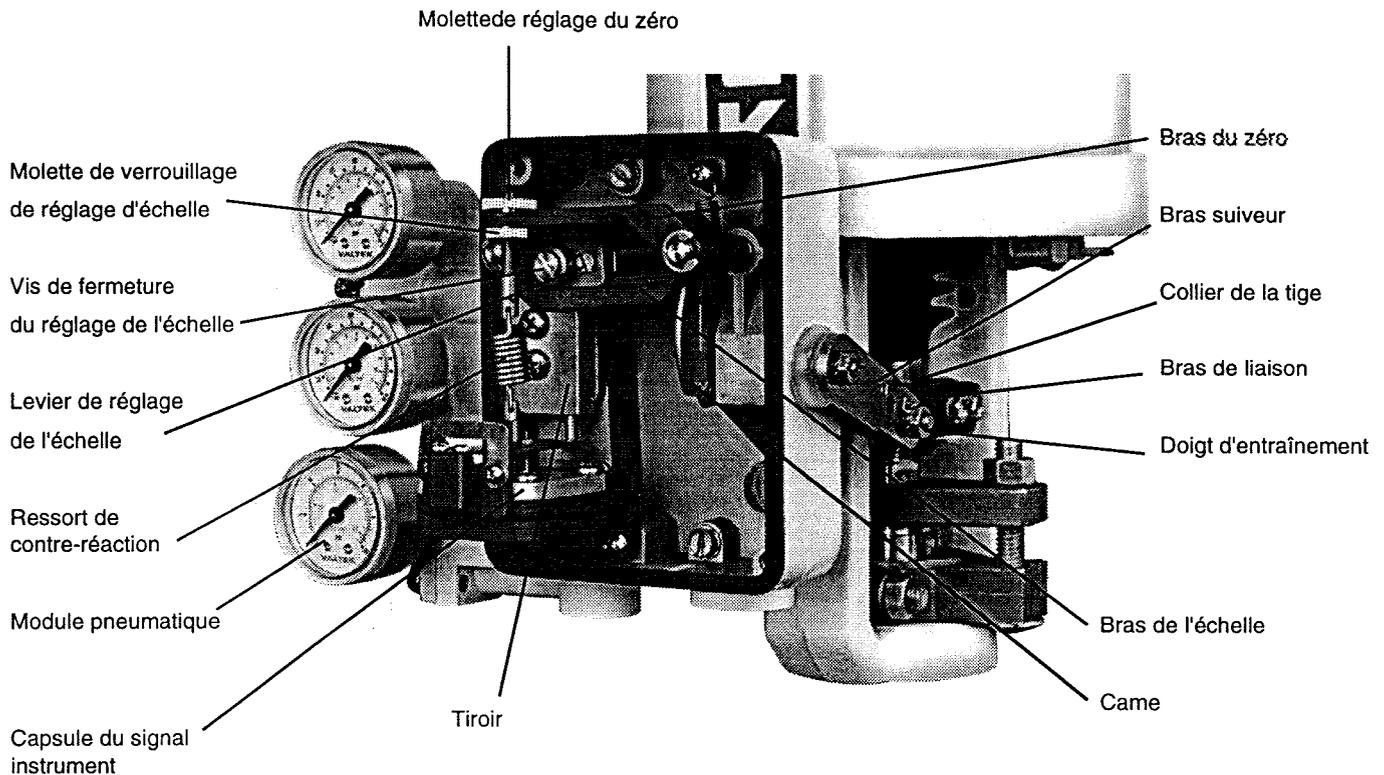

Figure 3 : Positionneur Bêta avec module pneumatique
1. Placer le nouveau collier de tige (si besoin) sur la tige du servo-moteur avec le bossage sur le côté droit comme illustré par les Figures 3 et 6.
3. S'il n'est pas soudé au collier de la tige, boulonner le bras de liaison au collier de la tige de façon à ce que la bras pointe vers le haut (dans la direction du vérin). Les orifices du bras suiveur doivent être alignés sur les rainures du bras de levage (se reporter de nouveau aux Figures 3 ou 6).